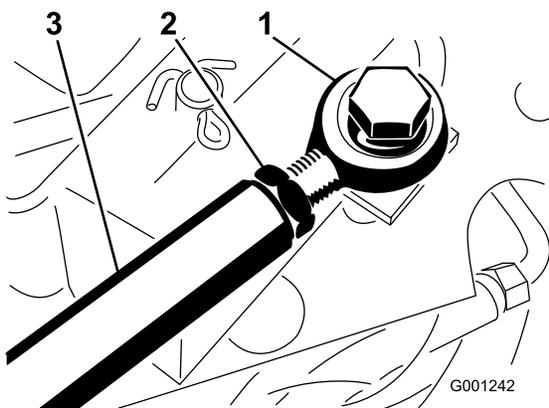

Рисунок 77
Если требуется дополнительная регулировка педали тяги, отрегулируйте шток привода (Рисунок 77) следующим образом:
2. Ослабьте контргайку, которая крепит конец штока к штоку привода (Рисунок 77).
4. Затяните контргайку (Рисунок 77) и прикрепите конец штока к педали управления тягой при помощи ранее снятых болта и гайки, чтобы зафиксировать угол установки ножной педали.